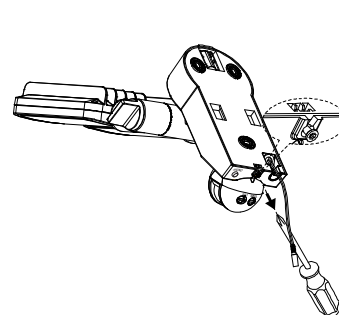

Figura 1
**Atenção:** Quando substituir a bateria, o interruptor na unidade luminosa deve estar em OFF e a ficha do módulo solar deve ser retirada /desligada da unidade principal. Para substituir a bateria, abrir a caixa da unidade principal, tal como descrito no capítulo "Unidade Principal", descrito na Figura 1 e 2. Retire as pilhas do suporte, substituindo-as com novas pilhas. Se possível, carregue primeiro as pilhas com um carregador padrão para 1,2 V AA Ni-MH. Na impossibilidade de efetuar a carga com um carregador, siga as instruções do capítulo "CARGA INICIAL DA LÂMPADA SOLAR".